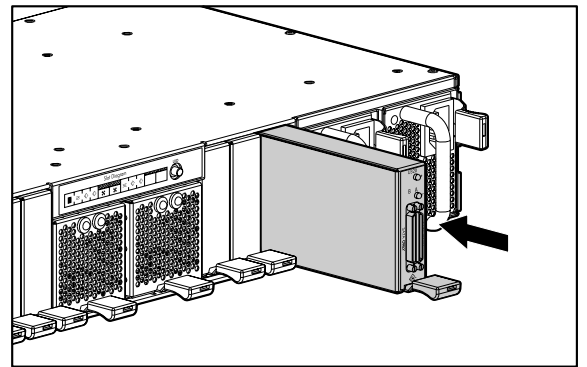

Figura 10: Installazione del modulo di I/O SCSI
1. Fare scorrere il modulo di I/O SCSI nell'alloggiamento finché non scatta in posizione, come illustrato nella Figura 10.